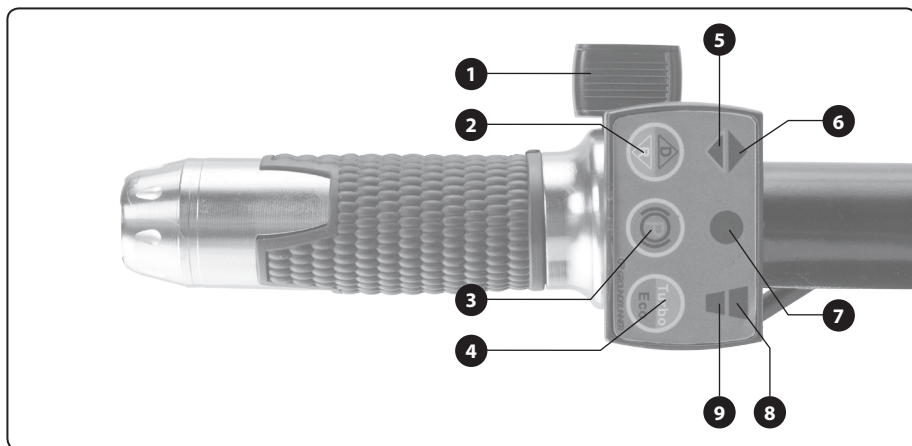

Abb. 19, Position – Beschreibung
- Der Elektroantrieb wird mit der Taste (siehe Abb. 19, Position 1) aktiviert, wobei das Drücken derselben Taste die Geschwindigkeit reguliert. Mit der Taste (Abb. 19, Position 2) wird die Drehrichtung (Fahrtrichtung) und mit der Taste (Abb. 19, Position 4) die Antriebsleistung (Motorleistung) eingestellt. Drücken Sie die Taste (Abb. 19, Position 3), um die Bremse zu aktivieren und die Bewegung zu stoppen (die Drehung zu blockieren). Weitere Informationen zum Einstellen des Elektroantriebs sind in der Beschreibung des Bedienfelds aufgeführt (Abb. 19).